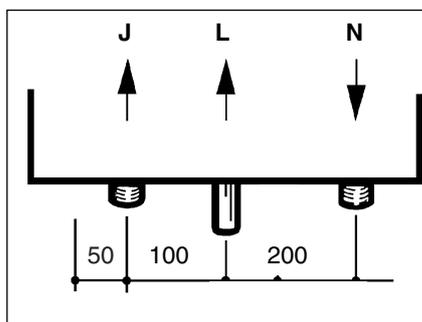

Fig. 13
**Raccordement des canalisations** (fig. 13)